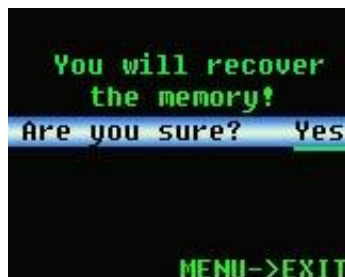
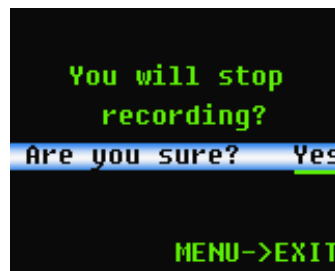

Fig.1
Fig. 2
- In interfata meniului principal, apasati butonul *up* sau *down* pentru a selecta *Record*, apoi apasati butonul *stanga* sau *dreapta* pentru intra in caseta de dialog, fig.1 sau fig.2. Daca nu se afla in starea de inregistrare, va afisa caseta din figura 1, daca se afla in starea de inregistrare, va afisa pe ecran figura 2.
- In starea afisata in fig.1, apasati butonul *stanga* sau butonul *dreapta* pentru a selecta **DA** sau **NU**, apoi apasati butonul *Meniu* pentru a iesi din aceasta functie. DA este pentru a incepe inregistrarea, NU este pentru a nu inregistra.